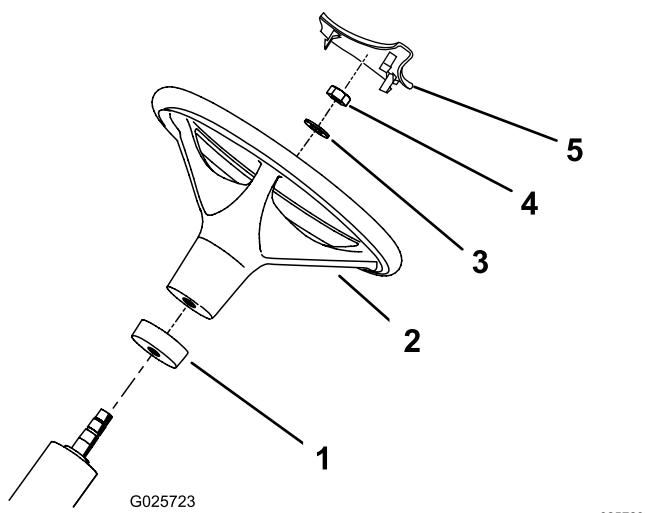

Figura 2
- Faça deslizar o volante para a coluna de direção (Figura 2).
- Fixe o volante à coluna de direção, utilizando uma anilha e uma porca de bloqueio (Figura 2).
- Pressione a cobertura do volante para a posição no volante (Figura 2).